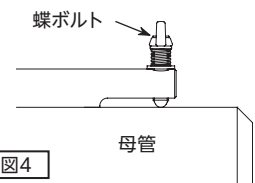

図4
- 4** 蝶ボルト(3箇所)を母管に当たるまで締め込む。(図4)